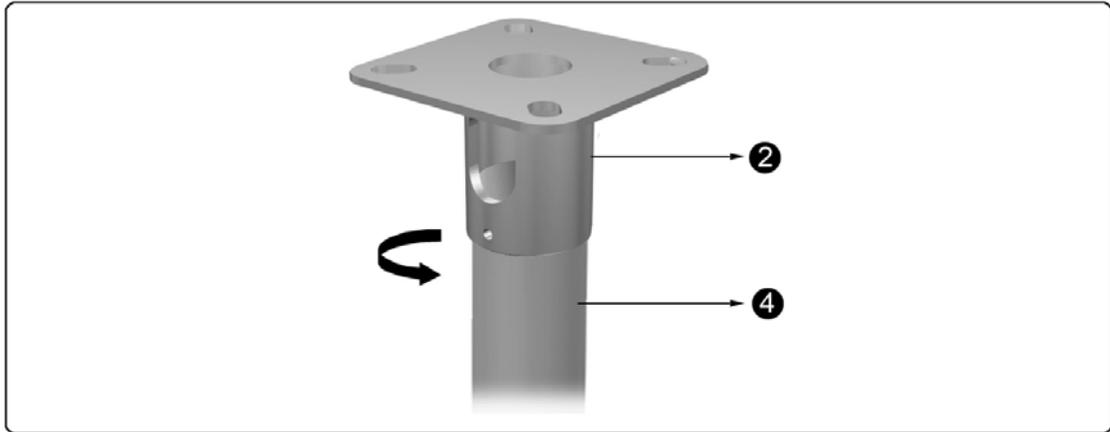

图 2-1
- 如需调整吊杆位置，则可松开顶板上的止动螺钉，即可根据需用旋转吊杆(如图 2-1)。